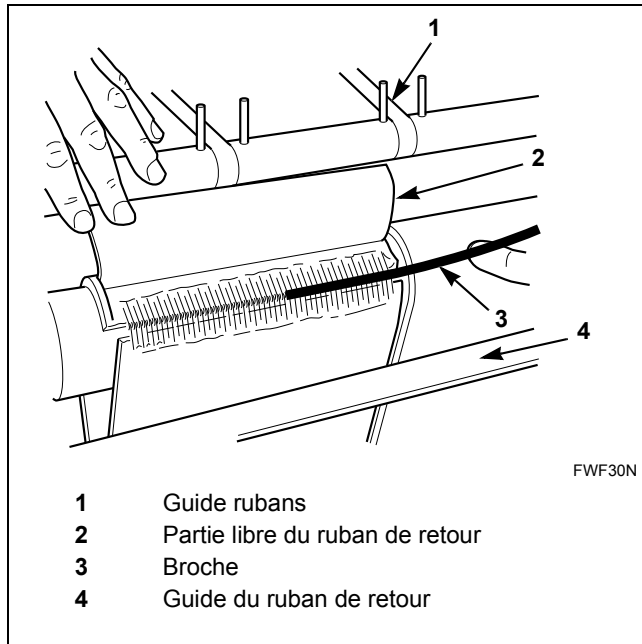

Figure 31
7. Retirer la goupille des dents du ruban de retour. Se reporter à la *Figure 31*.